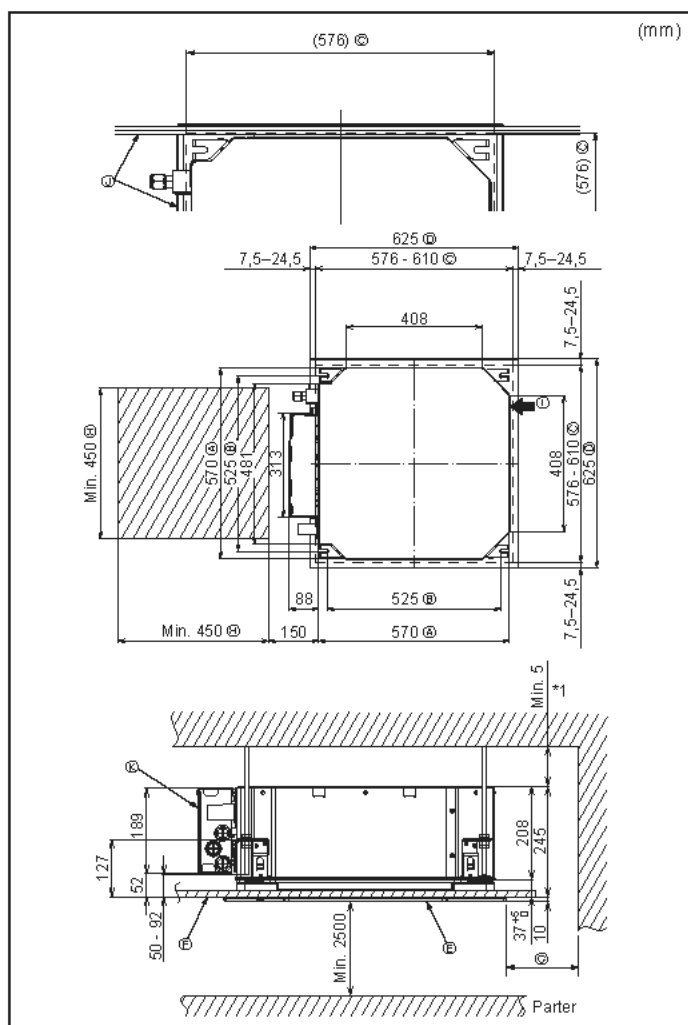

Fig. 4-2
①	Szablon montażowy	1
②	Podkładki (z izolacją)	4
③	Podkładki (bez izolacji)	4
④	Osłona rury (dla połączenia orurowania czynnika chłodniczego) mała średnica (ciecz)	1
⑤	Osłona rury (dla połączenia orurowania czynnika chłodniczego) duża średnica (gaz)	1
⑥	Obejma (duża)	6
⑦	Obejma (średnia)	2
⑧	Obejma (mała)	2
⑨	Gniazdo spustowe	1
⑩	Izolacja	1
4.2. Położenie otworów w suficie i instalacja śrub podwieszających (Fig. 4-2)